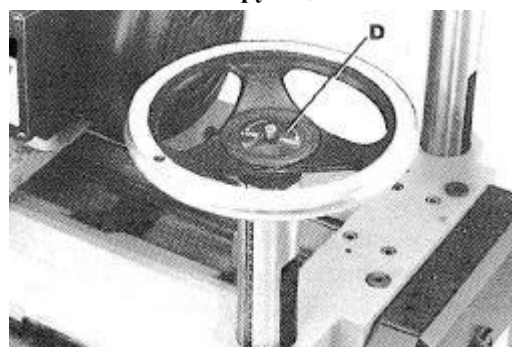

Рис. 7 Крепление маховика
4. Закрепите маховик (С), Рис. 7, на валу подъема и опускания с помощью плоской шайбы и гайки (Е) из комплекта поставки.